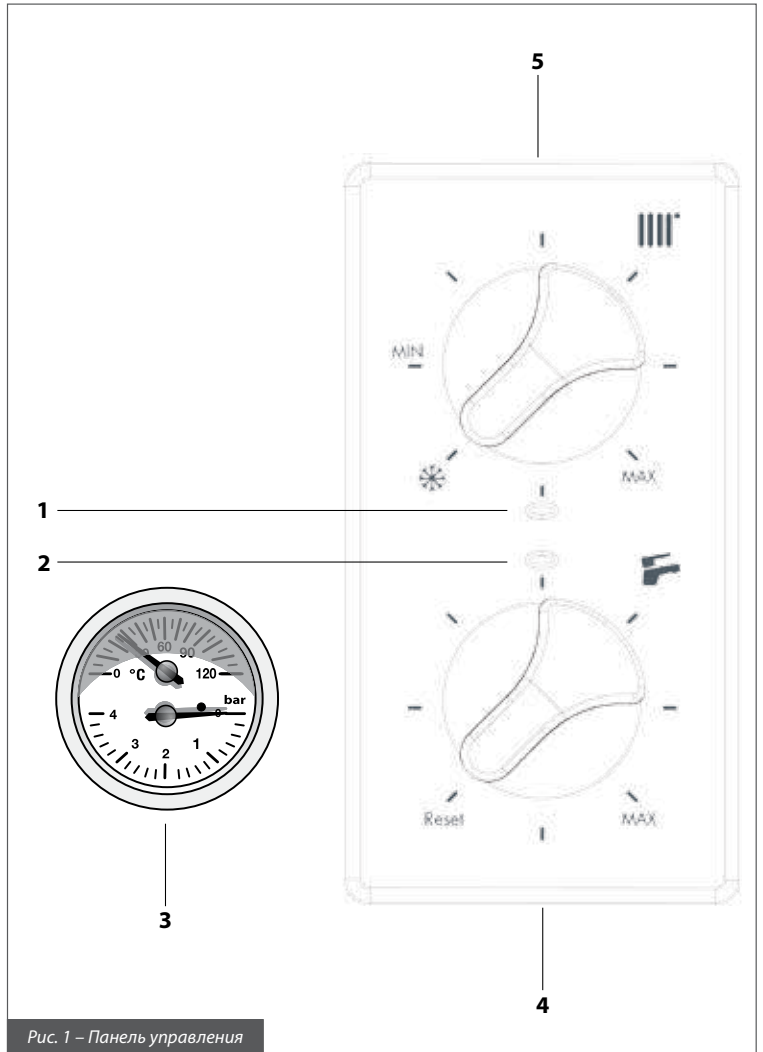

Рис. 1 – Панель управления
| Рис. 1 – Панель управления..... | стр. 6 |
- Подать электропитание на котел (светодиод 2 загорится зеленым светом - Рис. 1)
- Выбрать режим работы котла с помощью регулятора 4 (Рис. 1)
- Регулятором 4 задать желаемую температуру теплоносителя в контуре отопления (Рис. 1)
- Задать температуру ГВС регулятором 5 (Рис. 1)
Когда горелка блокируется, светодиодный индикатор 2 (Рис. 1) загорается красным цветом. Если это произошло, действуйте следующим образом:
- убедившись в поступлении газа, разблокируйте горелку поворотом регулятора 5 (Рис. 1) в положение  на несколько секунд. Если котел не включается и снова блокируется при третьей попытке, следует обратиться в AZСервисный Центр или к квалифицированному специалисту.
Когда происходит перегрев в системе отопления, светодиодный индикатор 1 (Рис. 1) мигает красным цветом. Если это произошло, необходимо обратиться в Сервисный Центр или к квалифицированному специалисту для проведения техобслуживания.
В случае блокировки котла вследствие срабатывания реле давления светодиодный индикатор 1 (Рис. 1) мигает желтым цветом. Подпитайте систему отопления через кран подпитки А (Рис. 2), находящийся в нижней части котла рядом с гидравлическими подключениями.
- открыть кран подпитки системы, вращая его против часовой стрелки, и держать открытым до тех пор, пока манометр 5 (Рис. 1) не покажет давление 1-1,3 бар. Закрывать кран подпитки системы путем вращения его по часовой стрелке.
При блокировке котла из-за нарушений в системе дымохода/воздухоподачи светодиодный индикатор 1 (Рис. 1) загорается желтым цветом. Если это произошло, необходимо обратиться в Сервисный Центр или к квалифицированному специалисту для проведения техобслуживания.
Если котел заблокировался из-за нарушений в работе датчиков температуры, то светодиодный индикатор 1 (Рис. 1) мигает следующим образом: